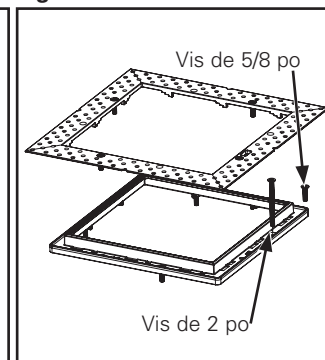

Figure 6.
1. Desserrez et enlevez les (4) vis de jonction. Retirez le cadre perforé de l'assemblage.
2. Retirez les (4) vis de plafond de 5/8 po, et remplacez-les par les vis de montage de 2 po (Figure 6.).
4. Fixez le cadre perforé au cadre de montage à l'aide des (4) vis de jonction. Ne serrez pas trop les vis de montage.